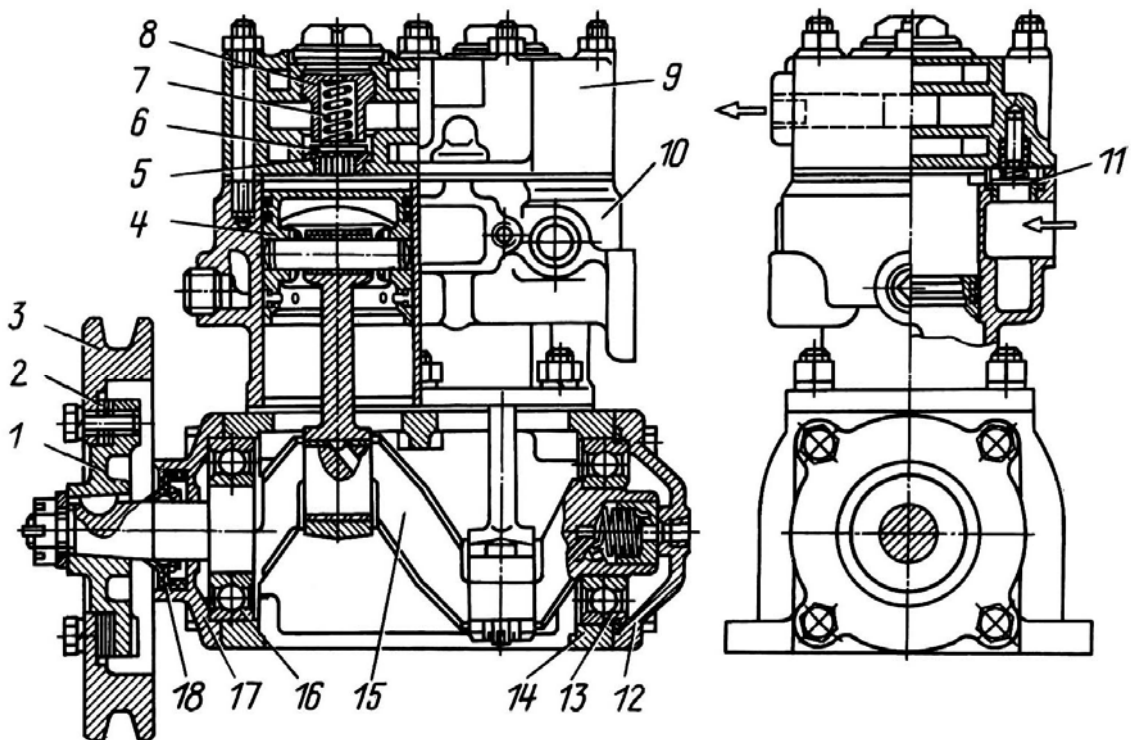

Рис.91. Компрессор:
2. Расшплинтуйте и отверните гайку с шайбой крепления ступицы 1 (рис.91) шкива. Снимите шкив 3 с помощью прессы и выбейте сегментную шпонку из паза.
После испытаний установите компрессор на двигатель и отрегулируйте взаимное положение ручьев шкивов вентилятора и компрессора. Регулировку производите с помощью прокладок 2 (см. рис.91).